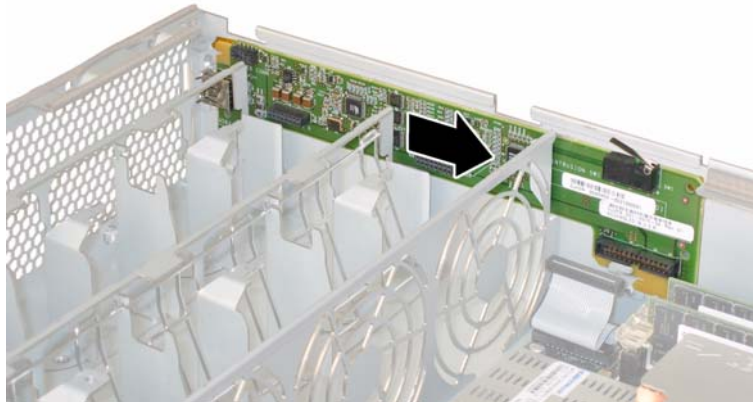

图 4-29 从机箱固定卡扣中松脱前面 I/O 板
12. 轻轻地将前面 I/O 板朝机箱的背面方向推移 0.25 英寸（6 毫米），将 I/O 板从机箱左下角和右下角的两个固定卡扣中松脱。请参见图 4-29。